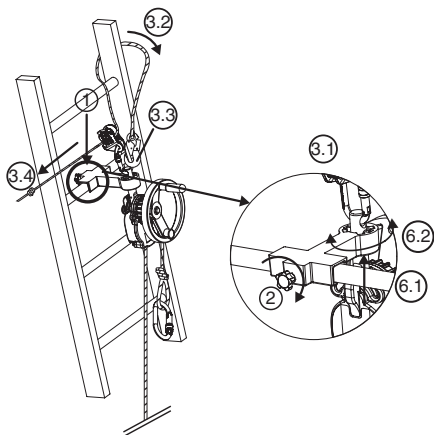

Abb. 7
### 6.3.3. Gerät Derope™ UP K (Abb. 7)
1. Den kleinen Adapter an der für die Rettung erforderlichen Stelle über der zu rettenden Person an der Leitersprosse anbringen (Abb.7, 1).
2. Den Sicherungsbolzen an der Rückseite des kleinen Adapters mit Hilfe des Rändelknopfs festziehen (Abb.7, 2).
- Den Karabinerhaken der Einstellvorrichtung LCM 05 in der oberen Bohrung des Befestigungsbolzens befestigen (Abb.7, 3.1).
- Das Halteseil um die über dem Adapter gelegene Sprosse und um einen der Leiterholme führen (Abb.7, 3.2).
- Den Karabinerhaken des Halteseils am Karabinerhaken der Einstellvorrichtung LCM 05 befestigen (Abb.7, 3.3).
- Das Halteseil durch Ziehen am Leertrum spannen (Abb.7, 3.4).
6. Das Derope™-Gerät nach Bedarf ausrichten, indem die Position des Befestigungsbolzens in der Positionierungsvorrichtung geändert wird (Abb.7, 6.1 – 6.2).